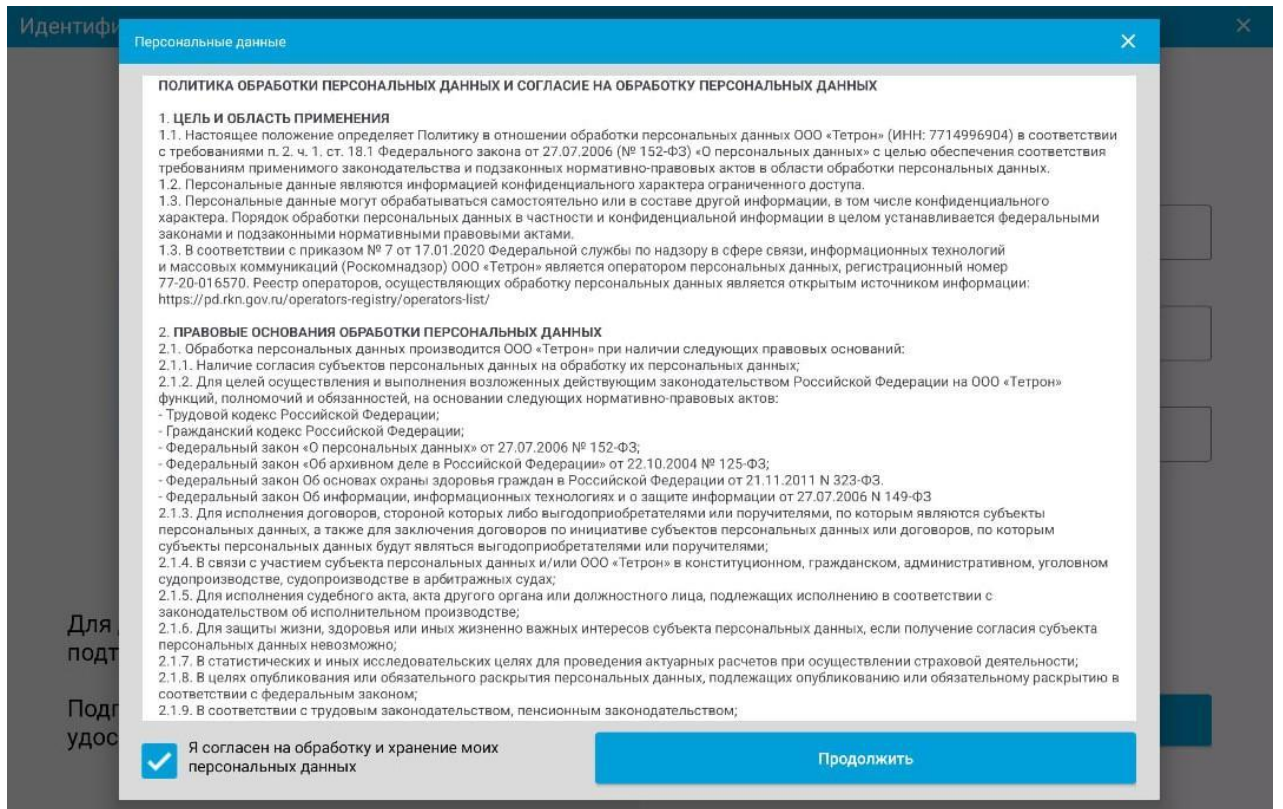

Рис. 19 Обработка персональных данных
3. Открывается окно подтверждения обработки персональных данных (рис.19). Для продолжения процесса авторизации необходимо ознакомиться с положениями политики обработки персональных данных и установить флаг в поле «Я согласен на обработку и хранение моих персональных данных» и далее нажать кнопку «Продолжить».